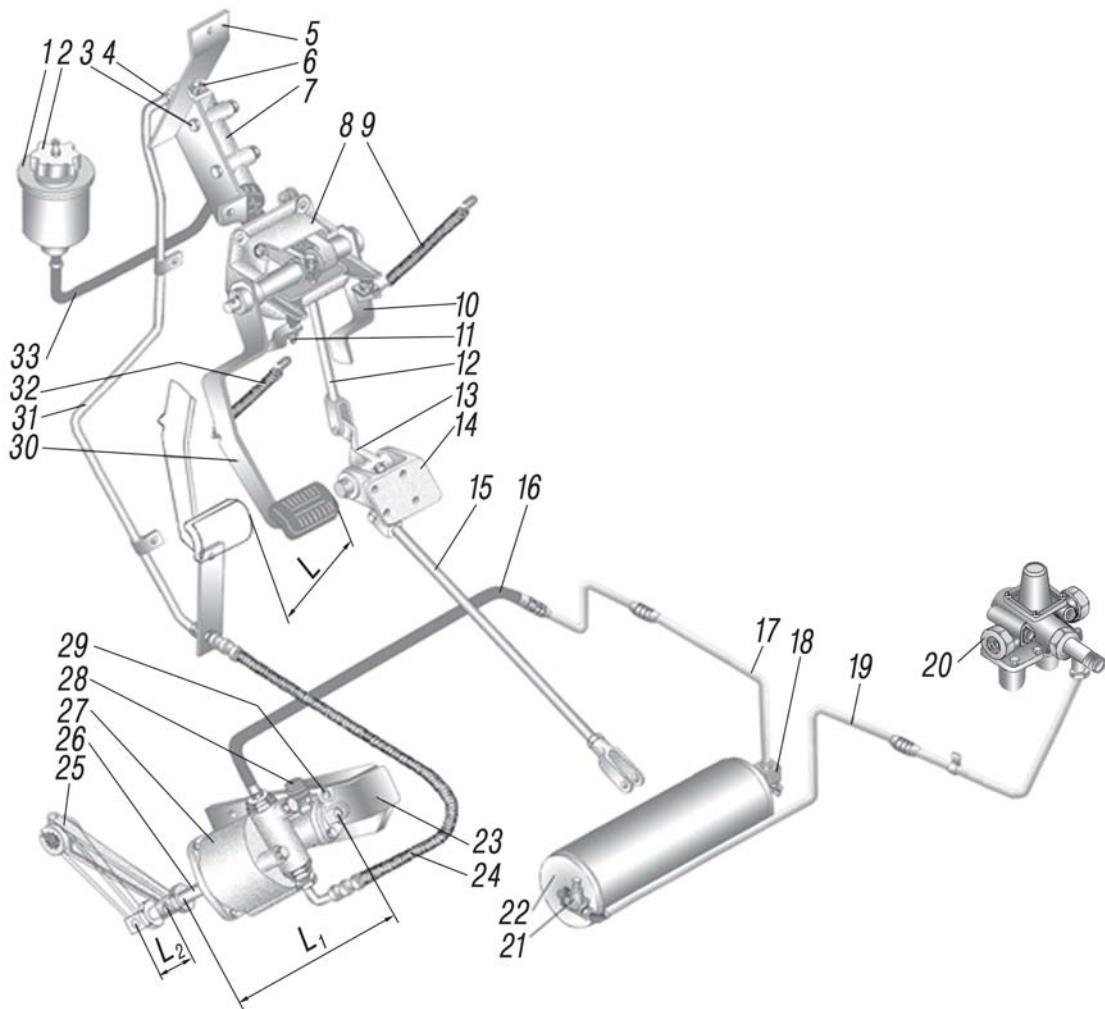
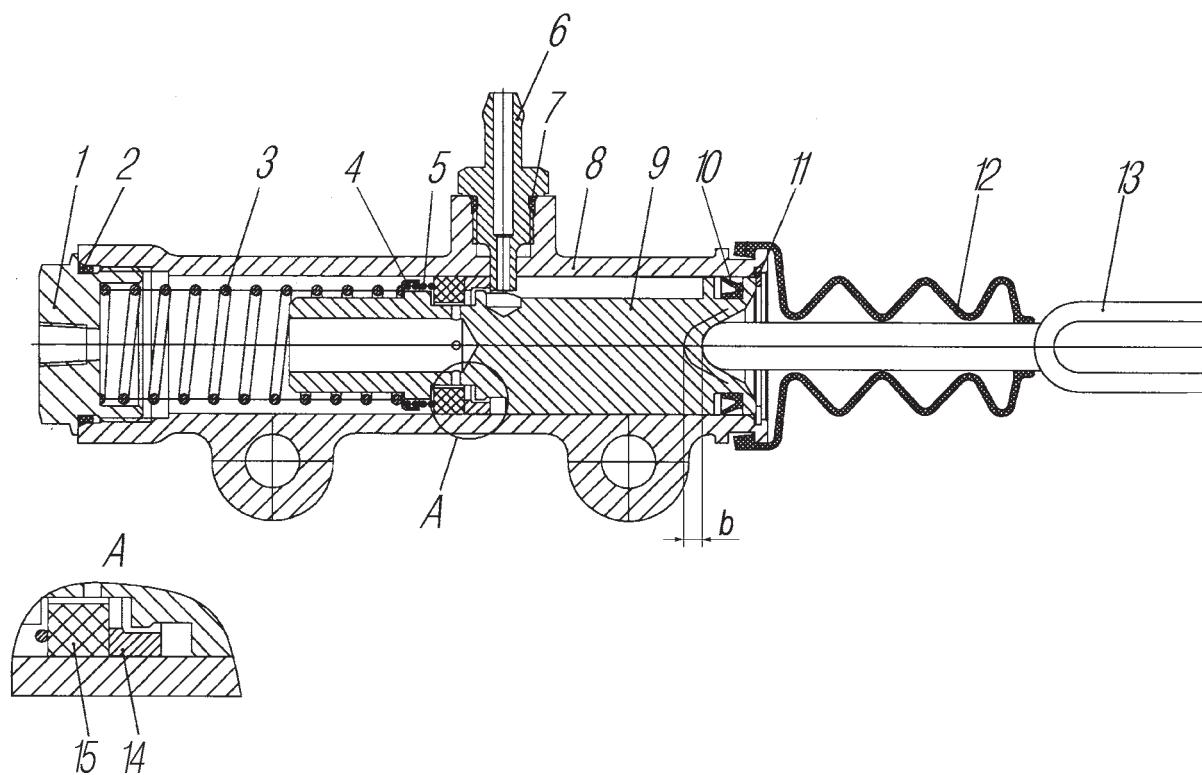

Рис. 27. Привод управления сцеплением:
Рис. 28. Цилиндр главный:
Главный цилиндр 7 (рис. 27) установлен в мотоотсеке и крепится на кронштейне к передней панели кабины. На поршень воздействует толкатель 13 (рис. 28), который через рычаг соединен с педальным механизмом 8 (см.рис. 27).
**Главный цилиндр сцепления.** Конструкция главного цилиндра показана на рис. 28. При необходимости ремонта при сборке кольцо 14 установить как показано на рис. 28.
- ослабить контргайку упора 11 (см.рис. 27) и завернуть его до упора в педаль;
- упором 11 отрегулировать свободный ход педали, зазор между толкателем 13 (см. рис. 28) и поршнем 9 должен быть  $b=0,2\text{-}0,6$  мм, что соответствует ходу педали 1-3 мм;
- с износом фрикционных накладок ведомого диска сцепления рычаг 25 (см. рис. 27) поворачивается против часовой стрелки, минимально допустимый размер  $L_1=254$  мм. При достижении минимального размера  $L_1$  проверить состояние накладок, если оно удовлетворительно, переставить рычаг 25 на один шлиц по часовой стрелке;